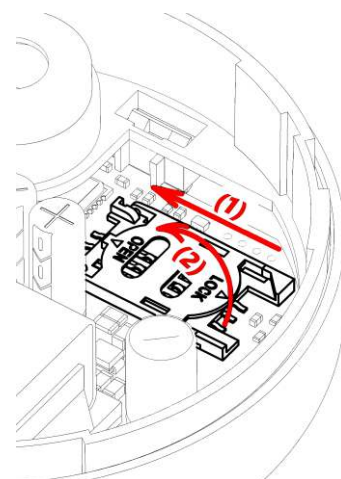

рис. 2 - Установка SIM-карты
- Сдвинуть крышку SIM держателя в направлении стрелки (1, рис.2).
- Откинуть крышку SIM держателя вверх в направлении стрелки (2, рис.2) и установить SIM-карту по направляющим.